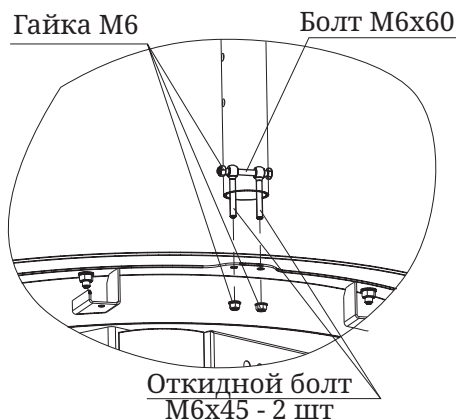

Рисунок 6. Крепление опорной стойки
2. Установите две опорные стойки в отверстия на чаше и зафиксируйте каждую из них с помощью болта М6х60 и двух болтов откидных М6х45 (см. рисунок 6). Болты необходимо выкрутить из транспортировочной стойки при распаковке изделия.